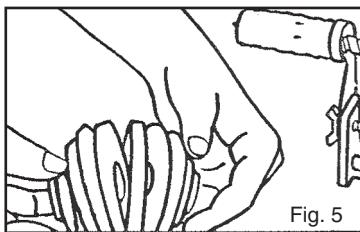
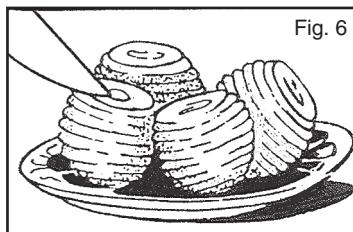

Fig. 5
Fig. 6
6. Veva handtaget så att axeln går inåt tills hela äpplet har skalats, kärnats ur och skivats till en spiral. Ta loss äppelspiralen från kärnhuset. Se fig. 5. För att göra skivor av spiralen, dela skivorna på en sida enligt fig. 6.